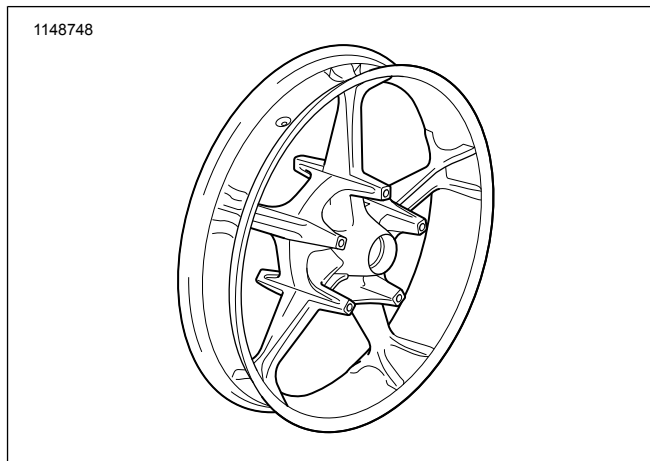

Figura 1. Parti di ricambio: Kit ruote anteriori Aggressor
2. Vedere Figura 1. Installare il gruppo dello stelo della valvola (L) sulla ruota. Vedere PNEUMATICI nel manuale di manutenzione.